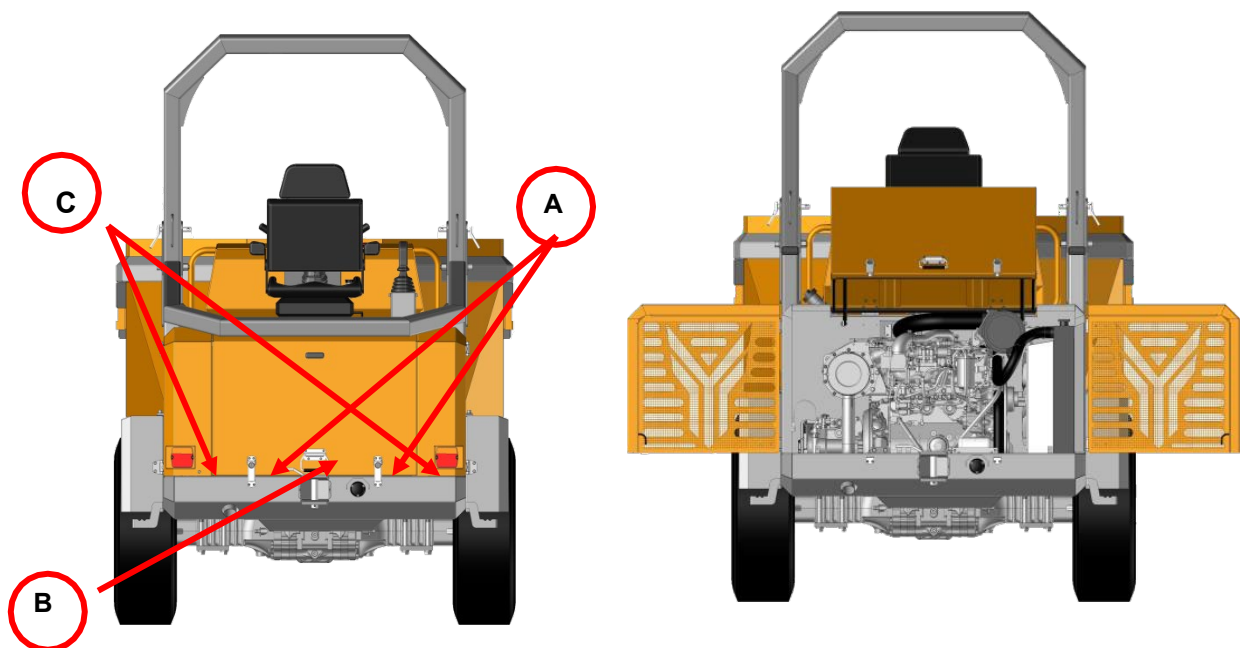

Abbildung 29. Motorhaube und Seitendeckel
- **Motorhaube:** Um die Motorhaube zu öffnen, ziehen Sie an den Riegeln A und öffnen Sie sie (Abbildung 29), verwenden Sie dann den Griff B, um die Motorhaube nach oben zu öffnen. Um die Haube zu schliessen, senken Sie sie mit dem Griff ab, drücken Sie dann und schliessen Sie die Verriegelung auf beiden Seiten.
- **Seitenabdeckungen:** Im Falle einer grösseren und besseren Zugangsanforderung verwenden Sie den Inbusschlüssel (Inbus) Nr. 5 an den in Abbildung 29 gezeigten Punkten C und öffnen Sie die Seitenfachabdeckungen.